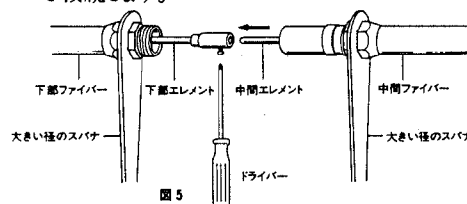

図5
- ⑤同じように中間ファイバーと下部ファイバーをつなぎます。(その場合、下部エレメントは固定されていますので絶対に引っ張り出さないでください)専用スパナは大きい径を図5のように差し込み、エレメントをドライバで接続します。